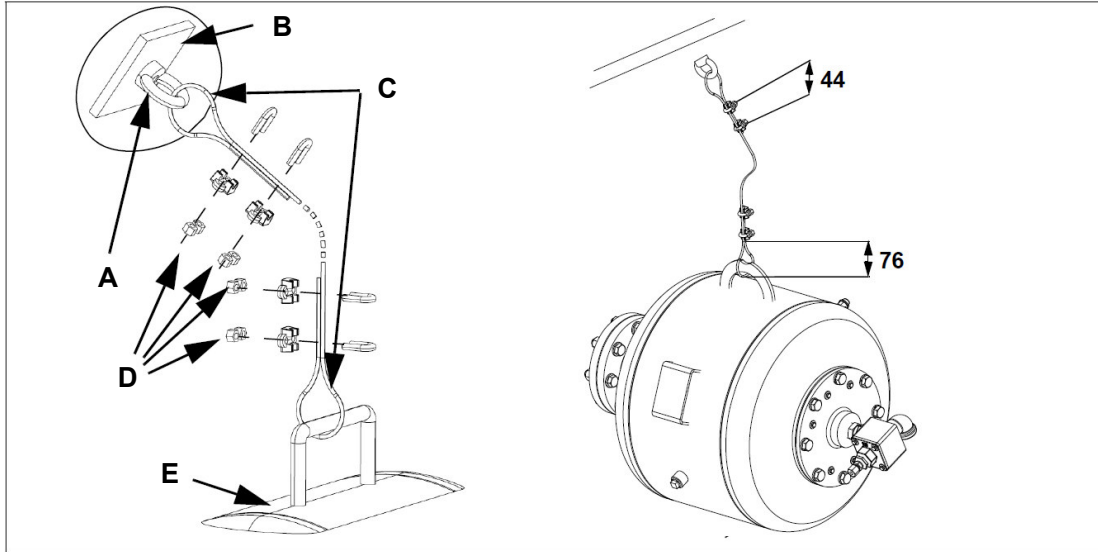

Рис. 3:
1. Поставляемое в комплекте крепежное кольцо (А, рис. 3) приварите угловым швом 6 мм к стенке сосуда (В, рис. 3).